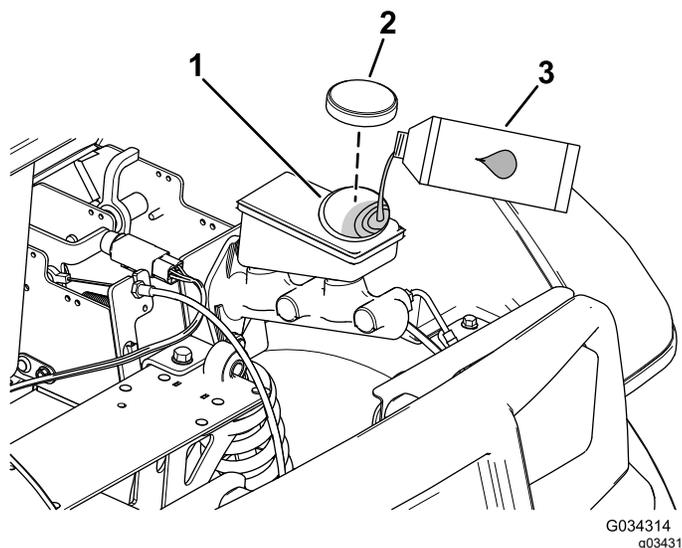

Рисунок 50
2. Поднимите капот, чтобы получить доступ к главному тормозному цилиндру и бачку (Рисунок 50).
- A. Очистите область вокруг крышки бачка и снимите крышку (Рисунок 50).
- C. Установите на место крышку бака (Рисунок 50).